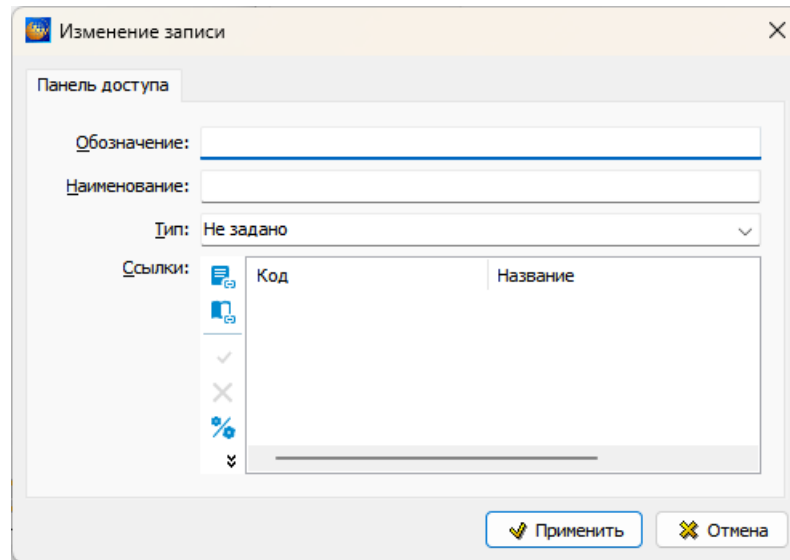

Рисунок 561
8) Для указания панели доступа включите радиокнопку **Панель доступа**. В окне **Изменение записи** введите данные и нажмите на кнопку **Применить** (рисунок 561).